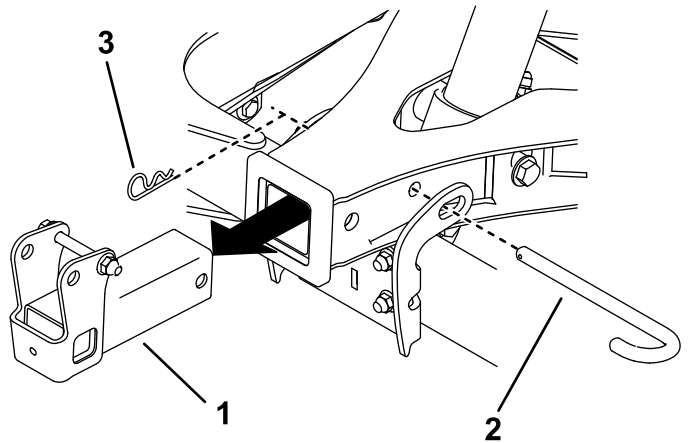

Figura 28
7. Retire el pasador de enganche, la chaveta y el receptor de enganche del bastidor en A. Instale el pasador de enganche y la chaveta para sujetar el bastidor en A (Figura 28).